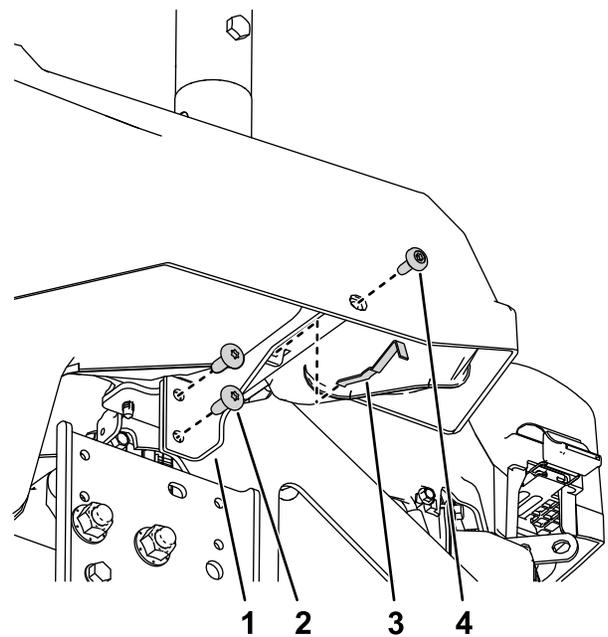

Figura 9
3. Montate la staffa sinistra del guscio sul telaio della macchina con 2 viti autofilettanti ($\frac{5}{16}$ " x $\frac{3}{4}$ " e i componenti rimossi in 1 Preparazione della macchina \(pagina 3\) come mostrato nella Figura 9.